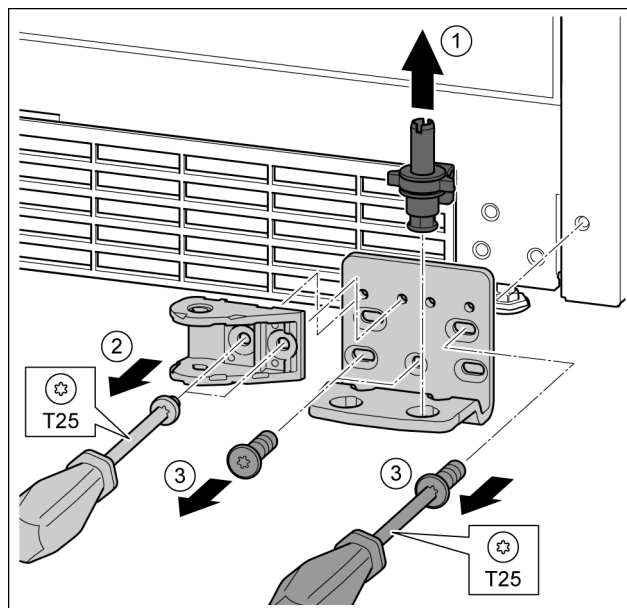

Fig. 30
- ▶ 将轴承螺栓完全向上拉出。 Fig. 30 (1)
- ▶ 用 T25 螺丝刀将螺钉旋开并取下关门阻尼器连接装置。 Fig. 30 (2)
- ▶ 用 T25 螺丝刀将螺钉旋开并取下托架 Fig. 30 (3)